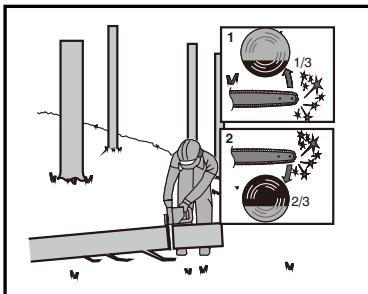

Abbildung 4
Wenn der Baumstamm gemäß Abbildung 4 an einem Ende abgestützt ist, schneiden Sie ein Drittel des Stammdurchmessers von unten ein (Rückhandschritt (1). Führen Sie anschließend den endgültigen Schnitt im Vorhandschnitt durch (2), um auf den ersten zu treffen.